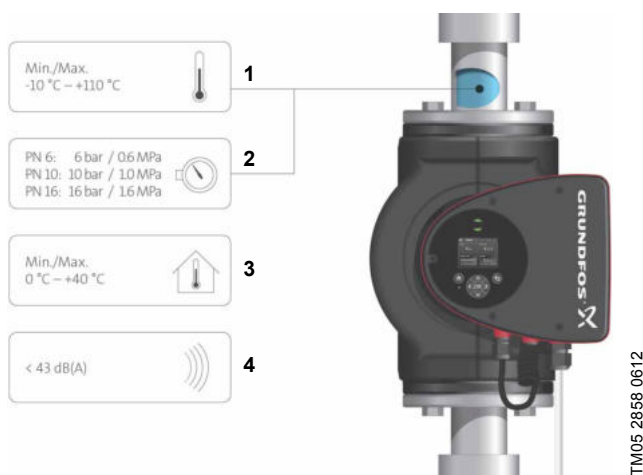

Fig. 2 Driftförhållanden
Se fig. 2, pos. 1.
Se fig. 2, pos. 2.
Se fig. 2, pos. 3.
Se fig. 2, pos. 4.